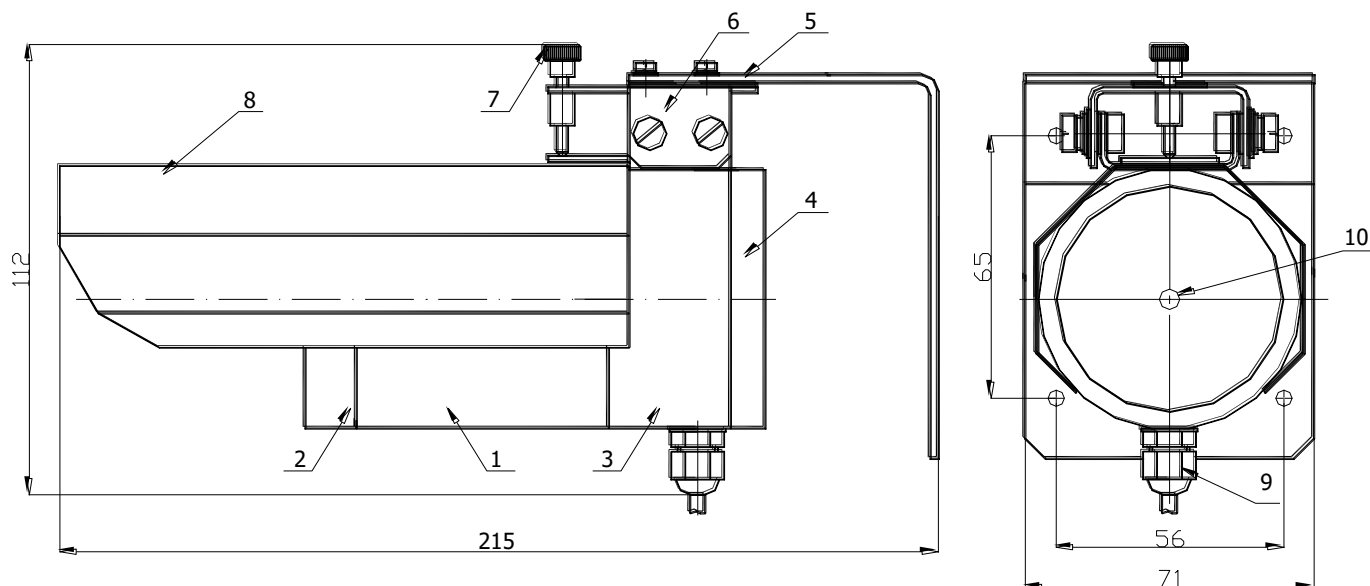

Рис. 1.2 Общий вид извещателя
1.4.1 Общий вид извещателя приведен на рис. 1.2. Конструктивно извещатель выполнен из круглого корпуса (1) с козырьком (8), закрепленных на кронштейне (6) и угольнике (5), обеспечивающем возможность установки на стене, балке, опоре, заборе и т. д. Крепление угольника производится с помощью шурупов. Юстировочный винт (7) в данном конструктиве отсутствует.